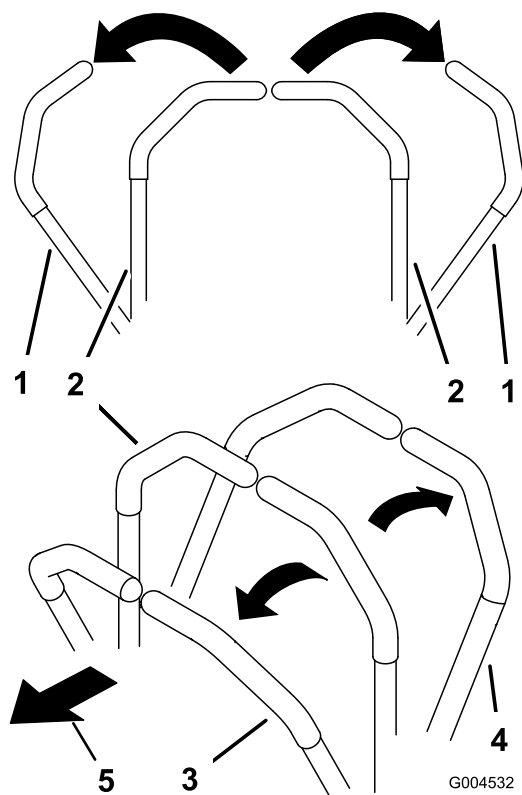

Figura 20
- Per fare marcia avanti spingete lentamente in avanti le leve di controllo del movimento (Figura 20).
- Per fare marcia indietro tirate lentamente indietro le leve di controllo del movimento (Figura 20).
- per svoltare, rallentate tirando indietro entrambe le leve, poi spingete in avanti la leva sul lato opposto a quello da cui volete svoltare (Figura 20).